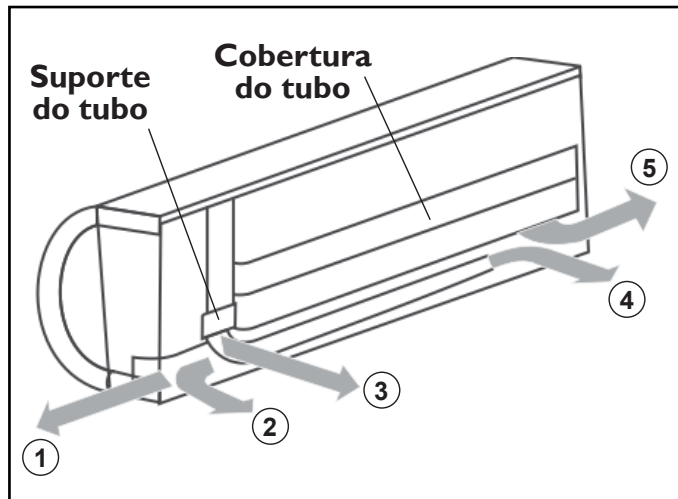

FIGURA 16 - DIREÇÕES DAS TUBULAÇÕES
- A tubulação pode ser conectada numa das direções indicadas na figura 16.